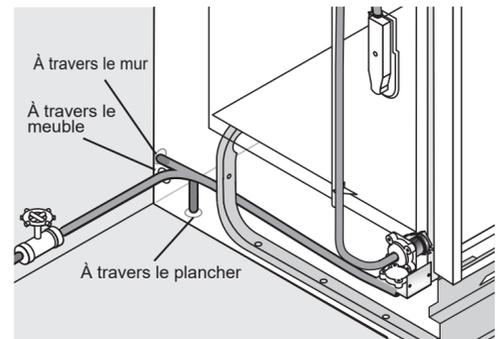

Figure 13
- Acheminez la conduite d'eau vers la valve d'entrée d'eau comme indiqué à la **Figure 13.**
- Si le robinet d'entrée d'eau se bouche, assurez-vous que l'alimentation en eau soit coupée. Si vous utilisez une valve de 3/8 po NPT (9,5 mm), retirez les quatre (4) vis à l'extrémité d'entrée de la valve et nettoyez la grille du filtre. Si vous utilisez un raccord fileté de 3/4 po (12,7 mm), nettoyez simplement la grille du filtre.